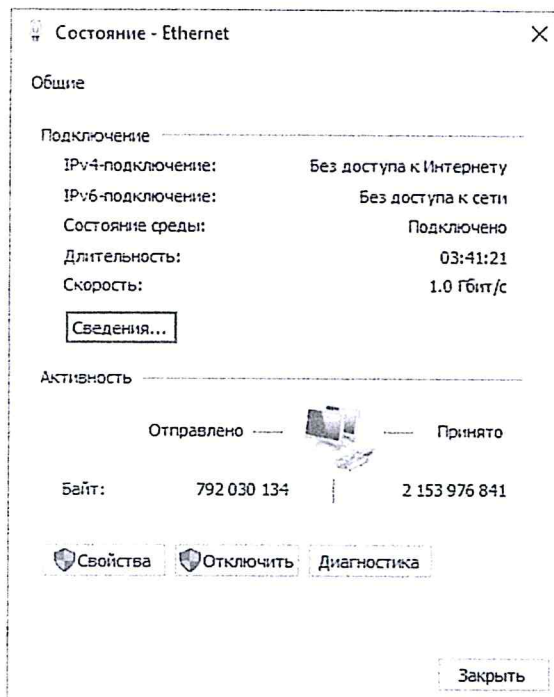
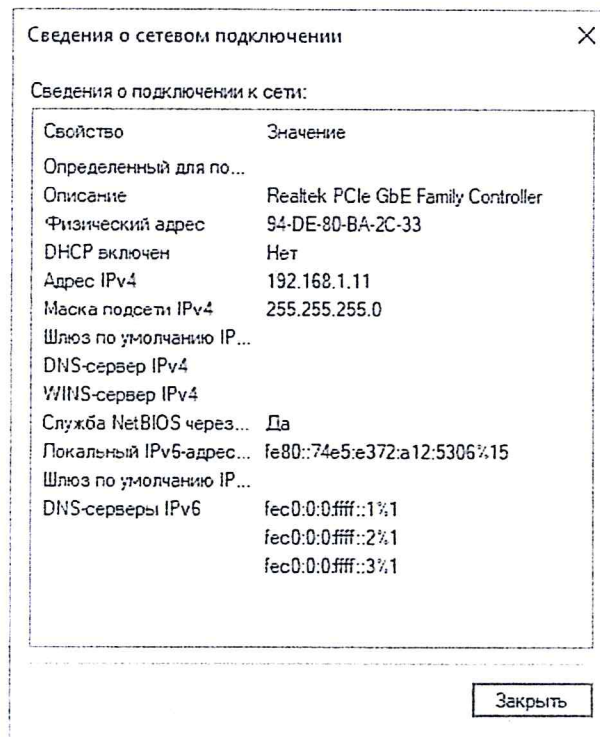

Рисунок 7 – Окно «Состояние – Ethernet»
Рисунок 10 – Окно «Сведения о сетевом подключении»
– в открывшемся окне «Состояние – Ethernet» (рисунок 7) открыть свойства подключения, нажав кнопку «Свойства»;
– проверить настройки установленных параметров в ПЭВМ, нажав кнопку «Сведения» в окне «Состояние – Ethernet» (см. рисунок 7) далее появится окно «Сведения о сетевом подключении» (рисунок 10);